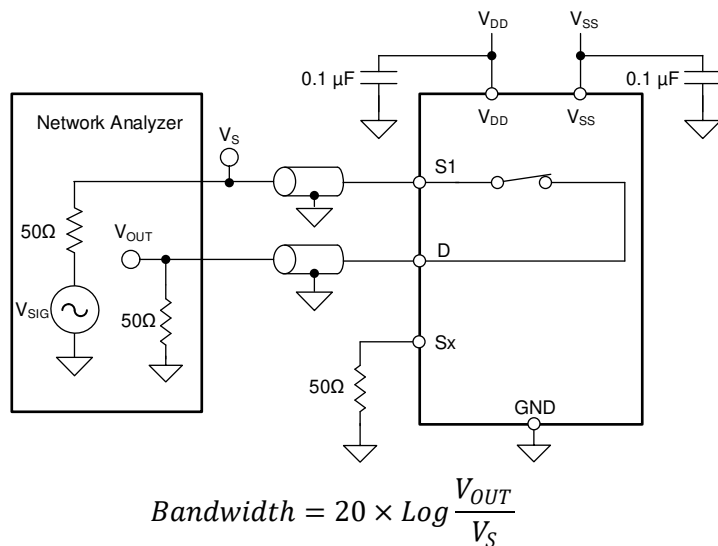

图 7-12. 带宽测量设置
带宽定义为当输入施加到开启通道的源极引脚 (Sx) 且输出在器件的漏极引脚 (D) 处测量时，衰减小于 3dB 的频率范围。图 7-12 展示了用于测量带宽的设置。